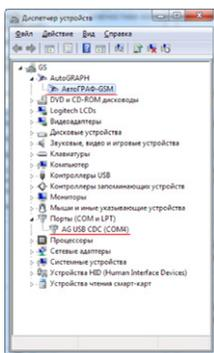

Рис.5
6. Аналогичным образом следует установить драйвера для устройства AutoGRAPH CDC для работы устройства в режиме GPS-мыши. На этом установка драйверов для устройства АвтоГРАФ-GSM завершена. Прибор готов к работе с ПК (Рис.5).